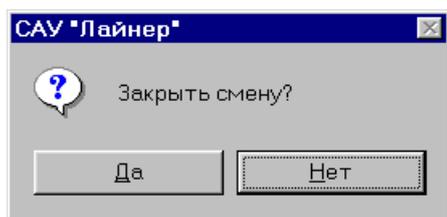

Рис. 6.2. Требование подтверждения закрытия смены.
6.2.2. Для закрытия смены следует нажать на экранную кнопку "Закрыть смену". На экран выводится окно с требованием подтверждения (рис. 6.2).